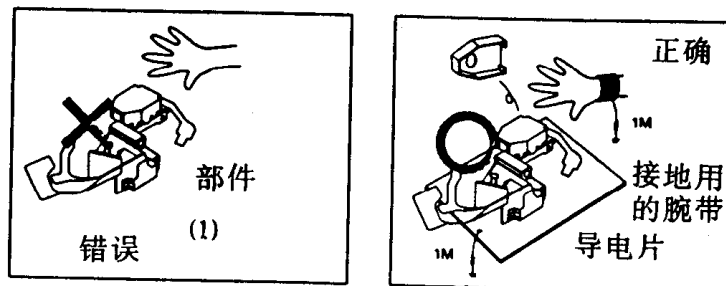

图1.1.3 激光头的拆卸
- 5) 在导电薄片上完成维修工作,如图1.1.3。要注意不要使你的衣服或任何其它静电源接触此组件。